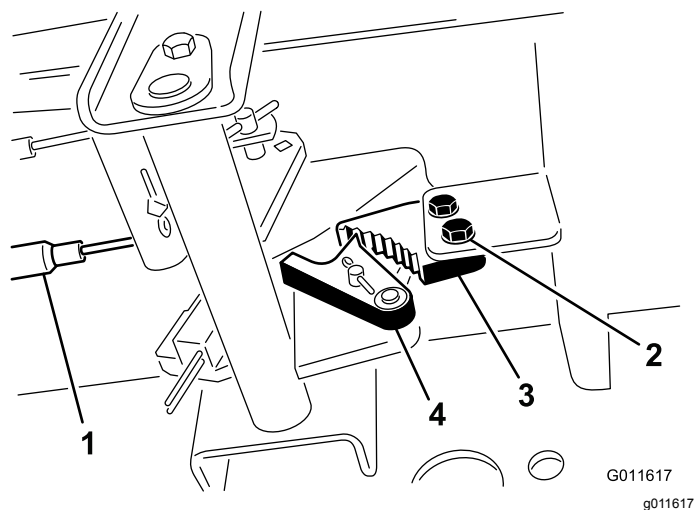

Figura 64
1. Allentate le due viti che fissano il nottolino del freno di stazionamento al telaio (Figura 64).
2. Premete in avanti il pedale del freno di stazionamento finché il fermo non s'innesta completamente nel nottolino del freno (Figura 64).